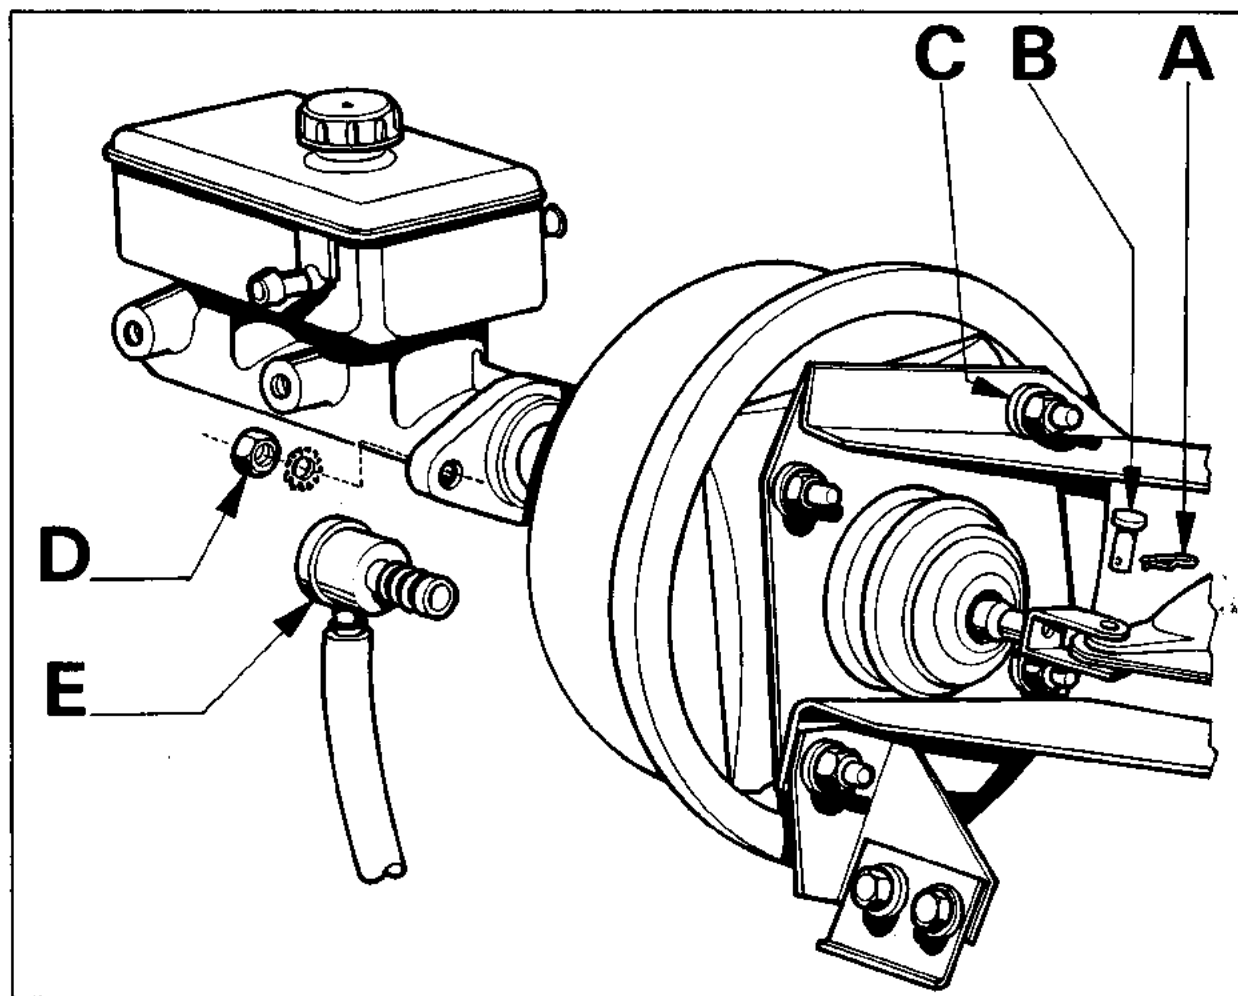

Fig. 11
- Verwijder de borgveer (A) (fig.11) van het asje waarmee de overbrengingsarm aan de rembekrachtiger is gekoppeld.
- Verwijder het asje (B).
- Verwijder de 4 moeren (C) waarmee de rembekrachtiger op zijn steun is bevestigd.
- Verwijder de 2 moeren (D) waarmee de hoofdremcilinder op de rembekrachtiger is bevestigd.
- Maak de vacuümslang (E) los.